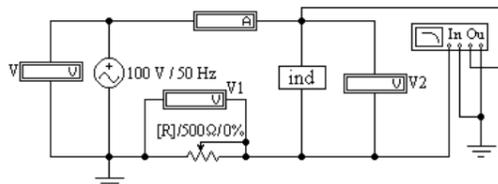

Рис. 3.2
схемы рис. 3.2 ($0 < R_1 < \infty$) как для мгновенных, так и для комплексных значений токов и напряжений.
Схема, показанная на рис. 3.2, питается от источника синусоидального напряжения с частотой 50 Гц и действующим значением напряжения 100 В. Катушка индуктивности в схеме представлена блоком, который нужно выбрать в поле компонентов **Favorites** из набора **ind1 + ind10** по указанию преподавателя. Когда сопротивление реостата R_1 равно нулю, по показаниям приборов можно вычислить параметры схемы замещения катушки R и L .
7. Открыть файл **LW3b** и извлечь из поля компонентов **Favorites** подсхему **ind**, соответствующую номеру своего варианта. Собрать остальную часть схемы, показанной на рис. 3.2.